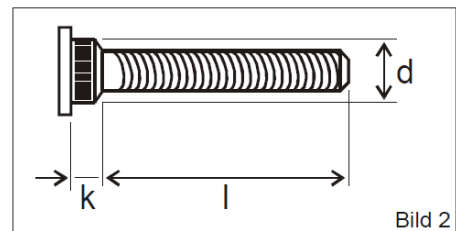

Bild 2
3. Das **Pro-Spacer System 6** wird komplett mit allen benötigten Anbauteilen geliefert. Es ist jedoch unbedingt notwendig einige Größen dieser Anbauteile zu verifizieren. Achten Sie insbesondere darauf, dass die Rändellänge (k) und der Rändeldurchmesser (d) (Bild 2) der Eibach-Spezial- Rändelbolzen den Original Rändelbolzen entspricht. Neben der Form ist die Gewindegröße mit ihrem spezifischen Gewindedurchmesser und der Gewindesteigung zu verifizieren.